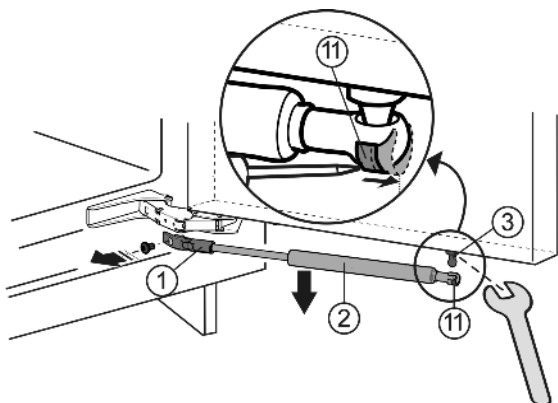

Fig. 3
- ▶ Con un cacciavite spingere la molla di trazione Fig. 3 (11) di trazione verso l'esterno.
- ▶ Togliere l'ammortizzatore di chiusura Fig. 3 (2) tirando verso il basso.
- ▶ Svitare il supporto Fig. 3 (1).
- ▶ Svitare il perno sferico Fig. 3 (3) servendosi della chiave fissa.